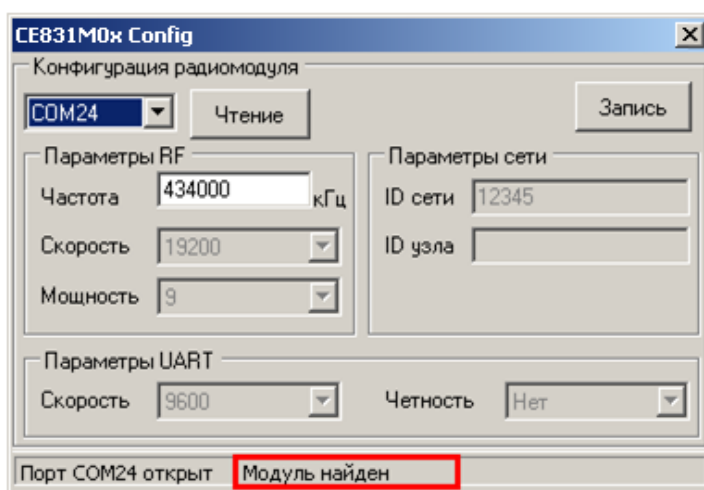

Рисунок 33 – Строка статуса после установления связи с радиомодулем
5.3.3.4.15 Подать питание на счетчик, при этом в строке статуса должна появиться надпись «Модуль найден» (рисунок 33). В случае если модуль не найден, проверить правильность подключения модуля к ПК, отключить питание счетчика и повторно подать.
5.3.3.4.16 После того, как связь с радиомодулем счетчика установлена, частоту радиоканала радиомодуля можно изменить (если требуется). Для этого необходимо ввести новое значение частоты в соответствующее поле ввода (см. рисунок 33).